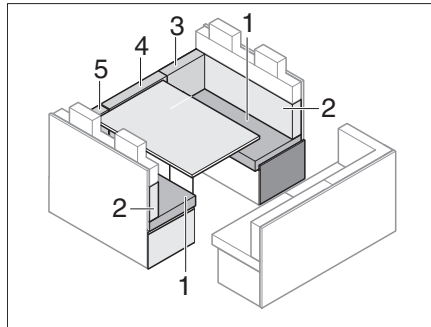

Fig. 175 Avant la transformation
- Enlever les coussins de dossier (Fig. 175,3,4 et 5) et les placer de côté.